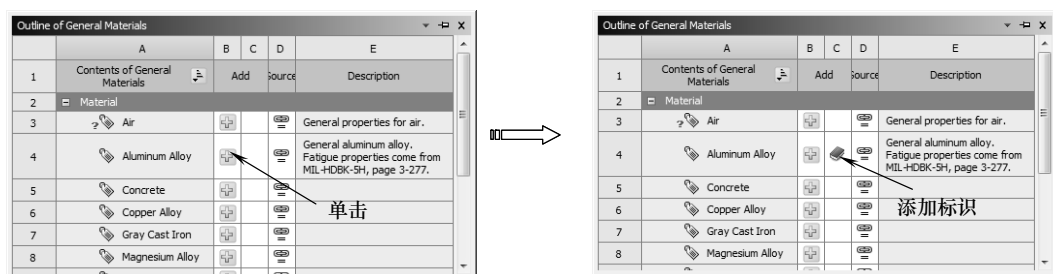

图 12-68 添加 Aluminum Alloy
4) 在【Outline of General Materials (通用材料列表)】窗口中单击 B4 栏的 按钮, 此时在 C4 栏上会出现 (使用中的) 标志 , 表明材料已经添加到分析项目之中, 如图 12-68 所示。